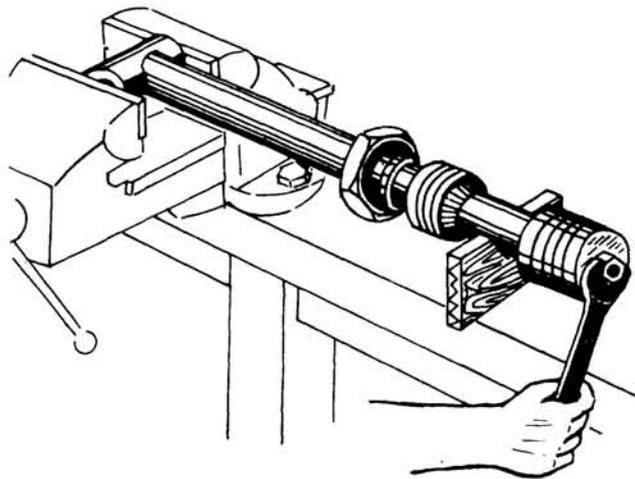

Fig. 5
- f Instale la tuerca y asegúrela (fig. 5).